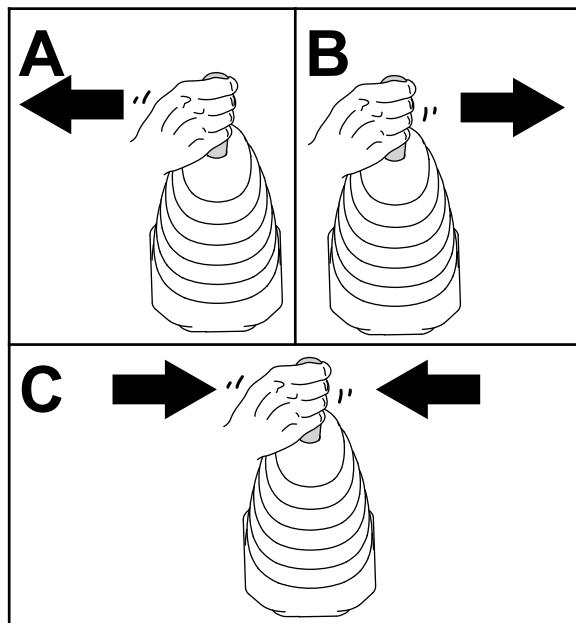

Figura 47
6. Mueva el joystick de la pala cargadora a la izquierda, luego a la derecha, y luego otra vez a la posición de PUNTO MUERTO para aliviar la presión en los acoplamientos hidráulicos (Figura 47).